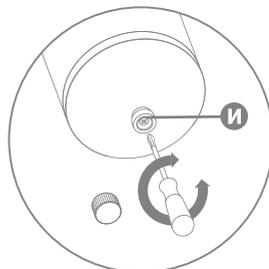

Рис. 11
4. При помощи отвертки ослабьте крепление прижима (И) на дне колбы (рис. 11).
8. Зафиксируйте картридж внутри корпуса специальным прижимом (И). Регулировка производится через отверстие сливной горловины, при помощи отвертки (рис. 11).